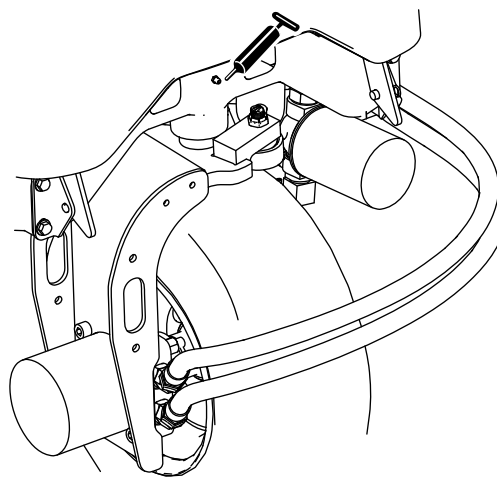

Рисунок 34
- Шарнир поворотного кулака (Рисунок 34).